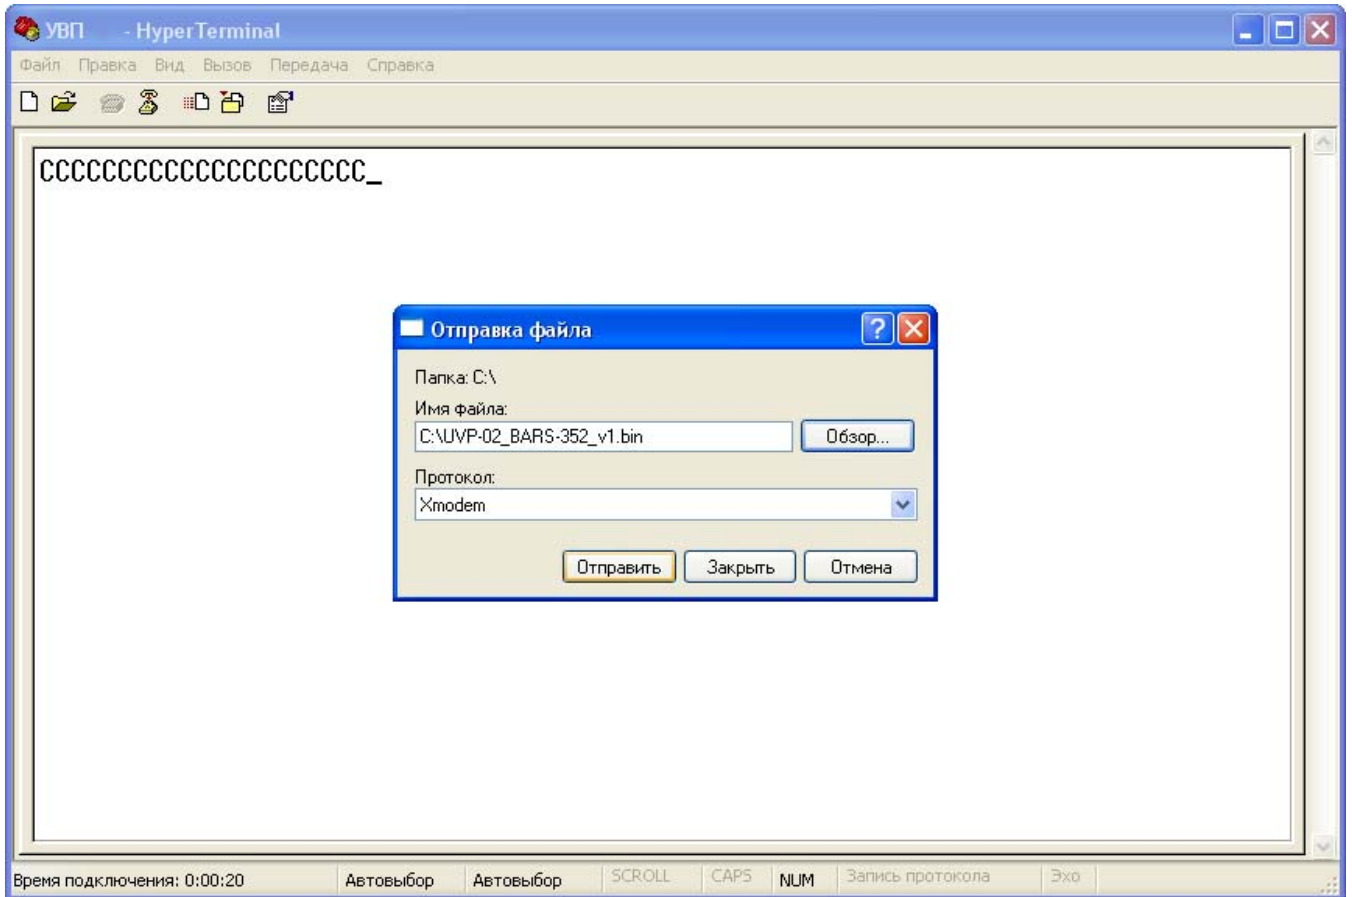

Рисунок 6
6) При установлении связи между компьютером и прибором должны наблюдаться накапливающиеся на экране символы “С” (рисунок 6). В противном случае необходимо проверить соединение прибора с компьютером на наличие обрывов и соблюдения полярности подключения.
7) Выбрать необходимый файл на прилагаемом CD диске (Приложение А), а также протокол обмена “Xmodem” (рисунок 6) Выбор файла осуществляется нажатием пиктограммы “Отправка файла”.
8) Нажать кнопку “Отправить” (рисунок 6). При этом выбранный файл будет передан прибору для записи. Процесс передачи будет индцироваться окном, показанным на рисунке 7. По завершении передачи файла прибор с новым программным обеспечением перейдет в номинальный режим работы автоматически. При сбоях в процессе передачи и записи файла вместо символов “С” высвечивается сообщение ”Error”. В таких случаях необходимо повторить процесс записи файла. При отрицательном результате необходимо обратиться на предприятие-изготовитель.